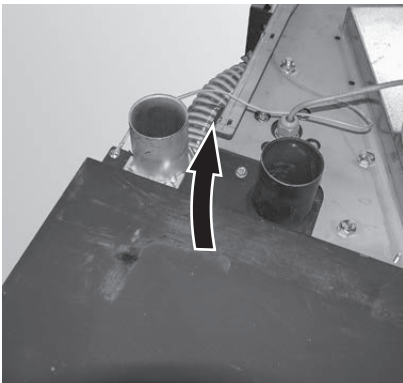

Fig. 47 Avvitamento della messa a terra
- Avvitamento della messa a terra – Fig. 47.